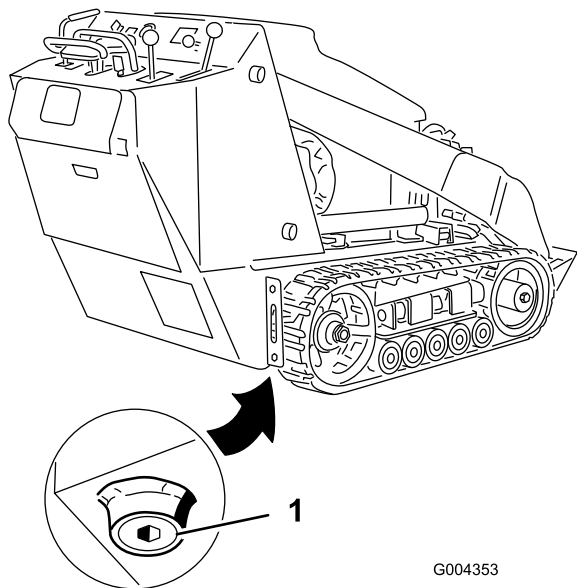

Figura 34
4. Togliete il tappo di spurgo (Figura 34).